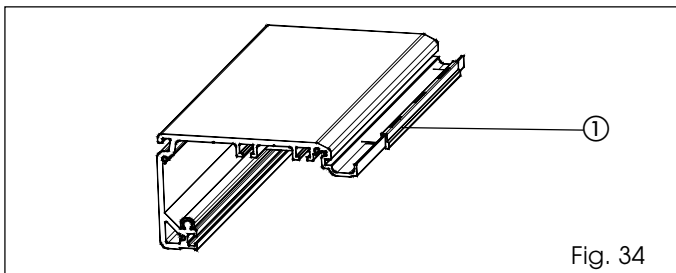

Fig. 34
• Inserire sul bordo esterno del profilo di sostegno 3 distanziali (fig. 34 rif. ①), posizionandoli alle estremità e centralmente.